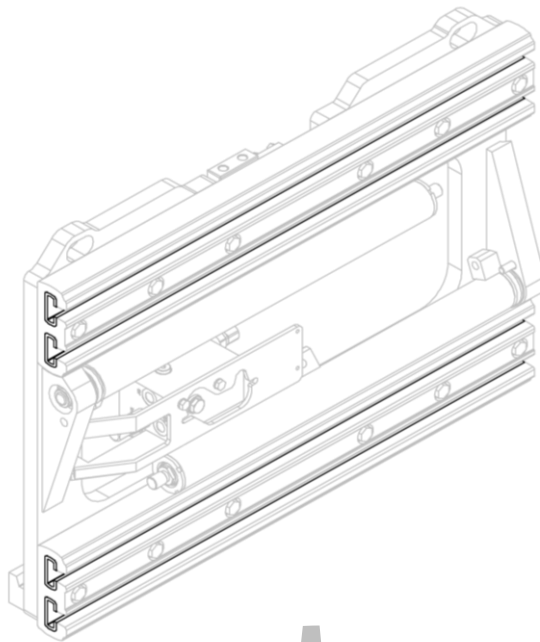
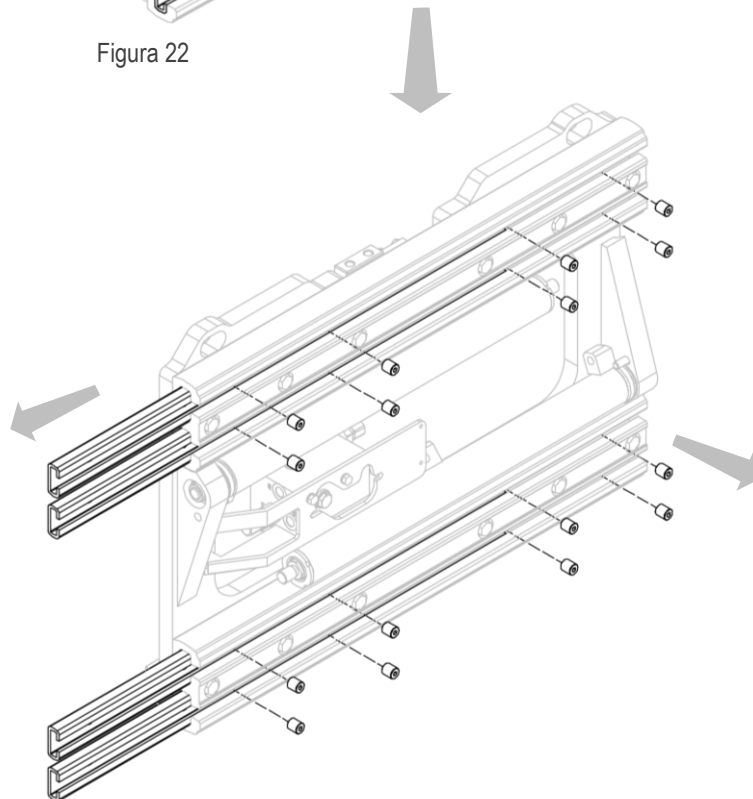

Figura 22
Figura 23
3. Rimuovere le boccole in nylon dopo aver svitato i relativi grani (vedi *Figura 22* e *Figura 23*).